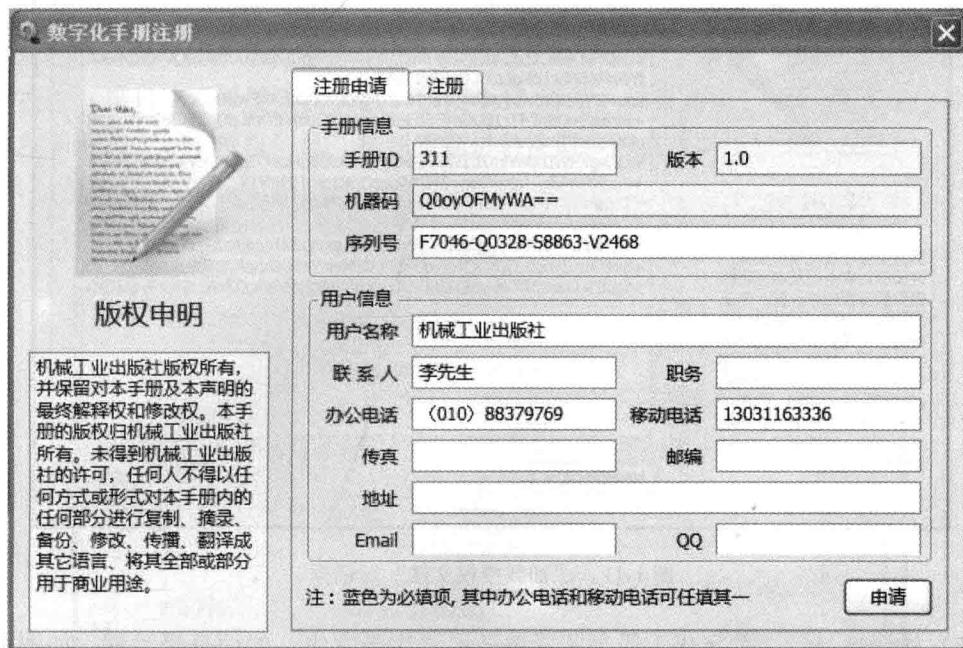

图 1-10 “数字化手册注册申请”对话框
1) 在系统自动弹出的“数字化手册注册申请”对话框（见图 1-10）中（如果该对话框被关闭，用户可通过工具条上的“属性”按钮弹出属性窗口，单击“授权”窗口上的“立即注册”标签重新打开注册对话框）输入手册序列号、用户（单位）名称、联系人、联系电话、地址、E-mail 等信息。其中手册序列号、用户（单位）名称、联系人为必填项，办公电话和移动电话任填其一。